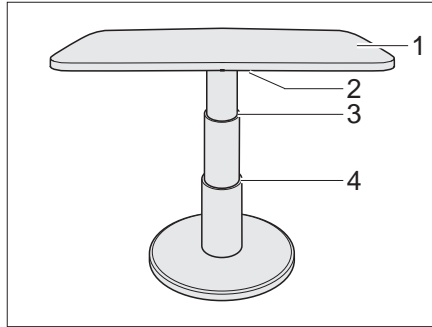

Fig. 99 Table à hauteur réglable de la dinette en U
- Faire basculer le levier de verrouillage (Fig. 99,2) vers la gauche. Le verrouillage est ouvert.
- Appuyer le plateau de table (Fig. 99,1) au milieu vers le bas jusqu'à la butée désirée (Fig. 99,3 ou 4) et le maintenir appuyé.
- Faire basculer le levier de verrouillage (Fig. 99,2) vers la gauche. La table à hauteur réglable est verrouillée.